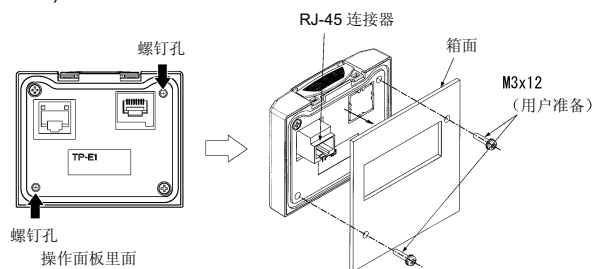

图 2.33 操作面板的安装
(参照图 2.33)
- ③ 在安装操作面板的箱面上进行面板开孔。有关面板开孔的详情，请参照第 8 章「8.5.2 操作面板」。
- ④ 用 2 个螺钉将操作面板安装到箱面。(参照图 2.33)